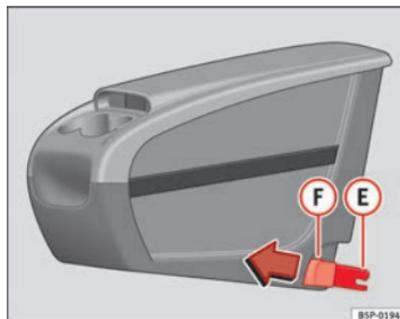
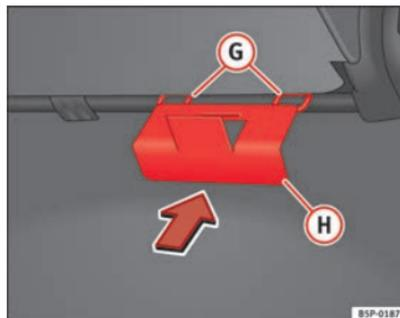

Fig. 113 Porta-objetos móvel. Montagem
Fig. 114 Placa de fixação do porta-objetos móvel ▶
- Coloque a partir do interior do veículo, a placa de fixação **(H)** ⇒ Fig. 114 do porta-objetos móvel, pela parte traseira do banco. Deve estar situada entre o encosto e o banco, na zona do lugar central.
- Coloque frente a frente as duas peças de fixação **(E)** ⇒ Fig. 113, com os dois anéis de fixação **(G)** ⇒ Fig. 114 e pressione com força até que as duas pinças encaixem totalmente nos anéis.
- Puxe cada um dos botões ⇒ Fig. 113 **(F)** das pinças (botões vermelhos) para a frente, até ouvir que desencaixaram.